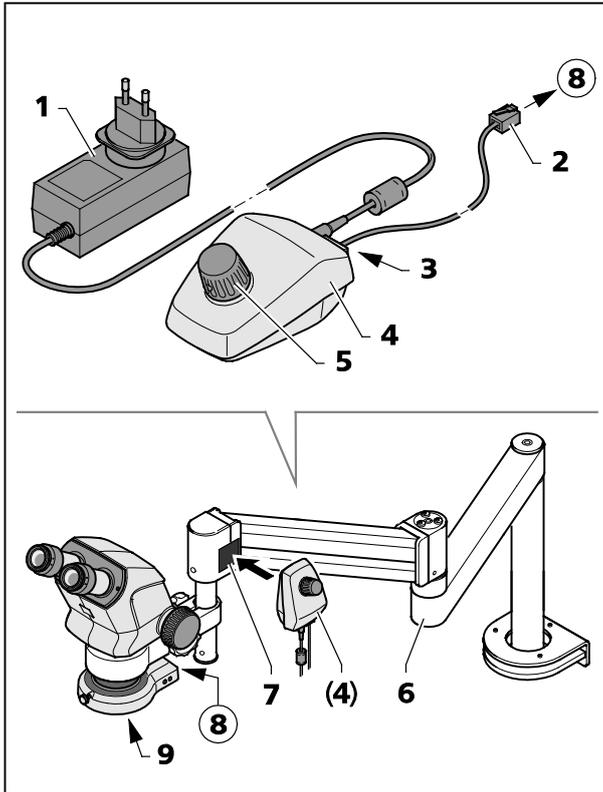

Fig. 18 Controlador K LED
O controlador K (Fig. 18/4) serve para o comando da lâmpada anular, no uso de estativos com braço B ou U ou outros estativos.
- Aparafusar o sistema adicional (Fig. 18/7) ao corpo de microscópio.
- Fixar a placa magnética (Fig. 18/7) por meio do lado adesivo ao estativo de braço giratório.
- Inserir o cabo de ligação fornecido (1 m de comprimento) (Fig. 18/2) na tomada (Fig. 18/8) situada na lâmpada anular e na tomada (Fig. 18/3) disposta no lado traseiro do controlador K.
- Adaptar o controlador K (Fig. 18/4) à placa magnética (Fig. 18/7).
- Ligar o controlador K por meio da fonte de alimentação (Fig. 18/1) à rede elétrica.
- Posicionar o stativo de braço giratório (Fig. 18/6) de maneira que haja uma postura de trabalho ergométrica.
- Apertando o botão rotativo (Fig. 18/5), disposto no controlador K, encender a lâmpada anular e regular a intensidade luminosa, dando volta ao botão.